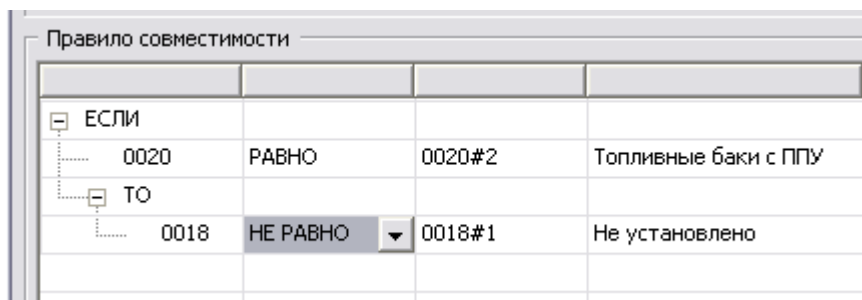

Рис. 37
10. В окне **Перечень опционов в облике** в подразделе «Топливная система» выделите опцион «Дополнительные внутренние топливные баки (внизу грузовой кабины)» и нажмите на кнопку **Добавить поле**  на панели инструментов левого окна. В таблице **Правило совместимости** появятся введенные данные (Рис. 37).
11. Щелкните по ячейке «РАВНО» и выберите значение «НЕ РАВНО» (Рис. 37).